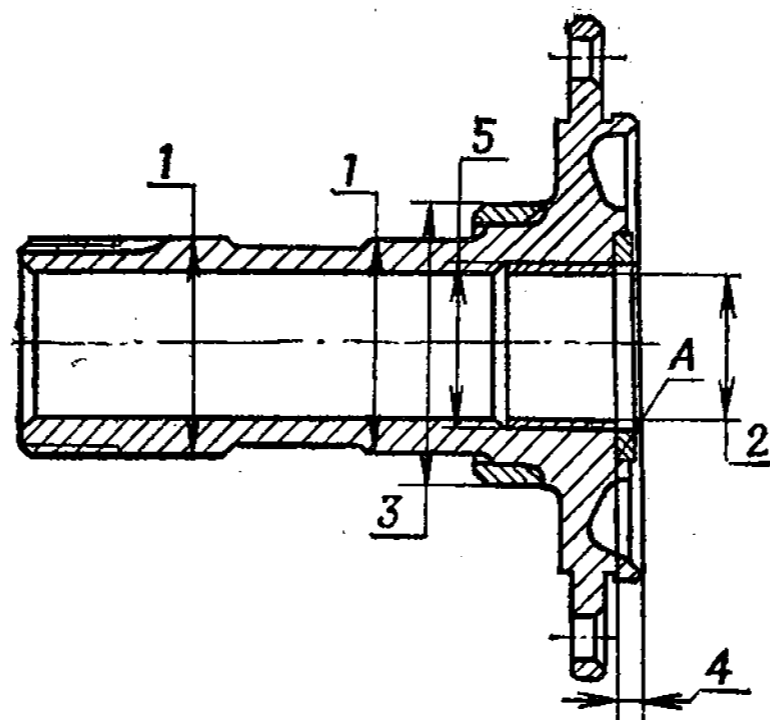

Рис. 132. Цапфа поворотного кулака
8. Цапфа поворотного кулака (рис. 132)